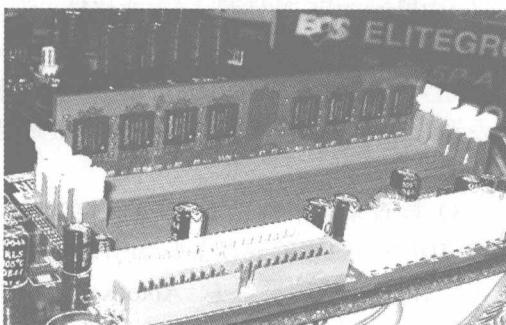

图 1-5 主板上安装的单条内存
5) 硬件方面，应从内存开始考虑，如图 1-5 所示。使用内存检测程序可判断内存部分是否有故障。内存安装的位置，应从第一个内存槽开始安装，对于安装的多条内存应检查内存应规格是否一致、兼容等。